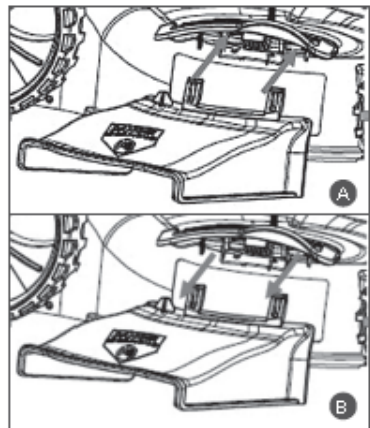
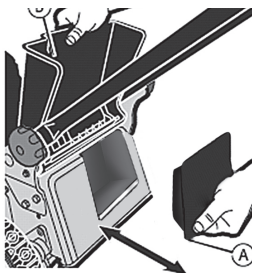

Рис. 4 Установка и снятие желоба бокового выброса
Рис. 5 Установка заглушки для мульчирования
Для установки травосборника поднимите заднюю крышку деки газонокосилки, возьмите травосборник за ручку и зацепите крючки травосборника за ось задней крышки. Для режима бокового выброса травы установите желоб бокового выброса (Рис. 4А) и снимите травосборник.
1. Снять желоб бокового выброса (Рис. 4В) или травосборник в зависимости от исходного состояния газонокосилки.
2. Установить заглушку для мульчирования (Рис. 5). Для этого поднимите заднюю крышку, вставьте заглушку для мульчирования и опустите крышку.
1. Снять желоб бокового выброса (Рис. 4В), заглушку для мульчирования (Рис. 5) или травосборник в зависимости от исходного состояния газонокосилки.